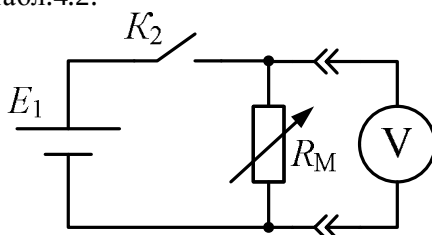

Рис. 4.4
1.5. Соберите схему, приведенную на рис. 4.4. Ключ K_2 установите в разомкнутое положение (рычажок вниз). В качестве вольтметра используйте мультиметр, установленный на предел «20 V». На магазине сопротивлений установите значение $R_0 = 900 \text{ Ом}$.